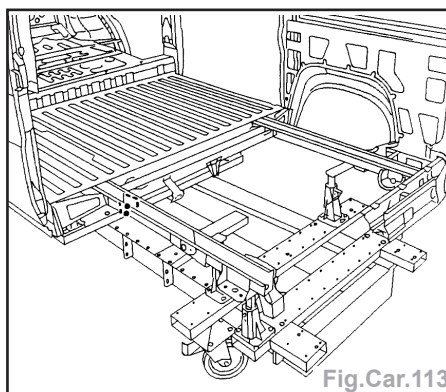

Fig.Car.113
- Souder par points bouchon MAG (Fig.Car.113).